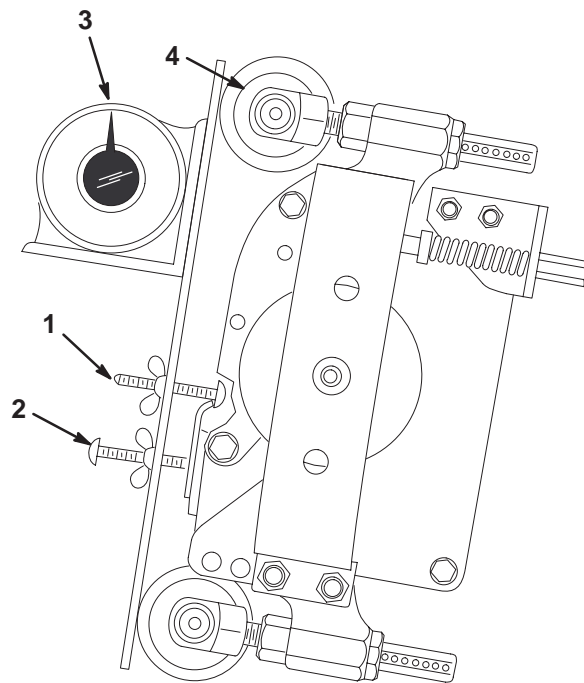

Fig. 21
3. Placera mätstången över den främre och bakre rullen. Det första skruvhuvudet måste sitta tätt över underknivens egg, medan mätstången ska ha kontakt med rullarna (fig. 21).
5. Placera en vinkelindikator på mätstången och mät mätstångens vinkel (fig. 21).